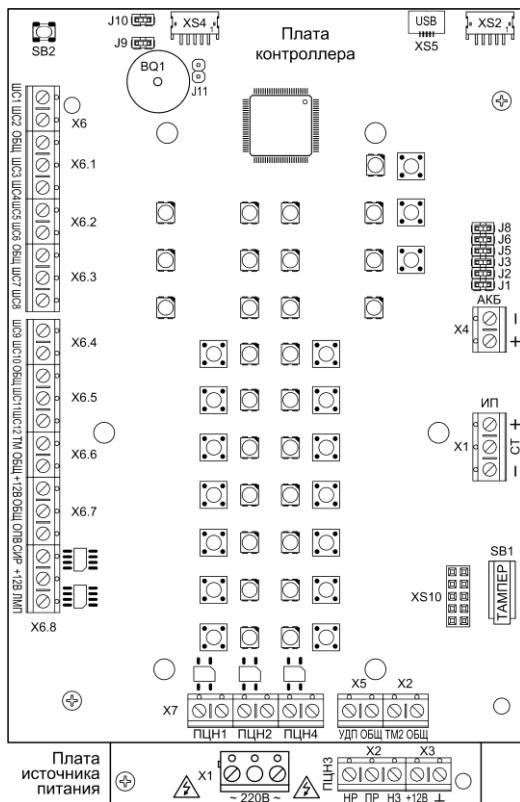

Рис.1 Плата контроллера Гранит-12П (вид со снятой панелью индикации и управления) и плата источника питания (видимая часть)
Прибор состоит из корпуса и съёмной крышки. В корпусе расположены плата контроллера, плата источника питания (рис.1), коммуникатор универсальный с антенной GSM (п.5.3) или/и IP коммуникатор (п.5.4). На плате контроллера установлена панель индикации и управления (рис.2).
**3.1 На плате контроллера** (рис.1) расположены следующие элементы:
**3.3** На плате источника питания (рис.1) расположены следующие элементы: